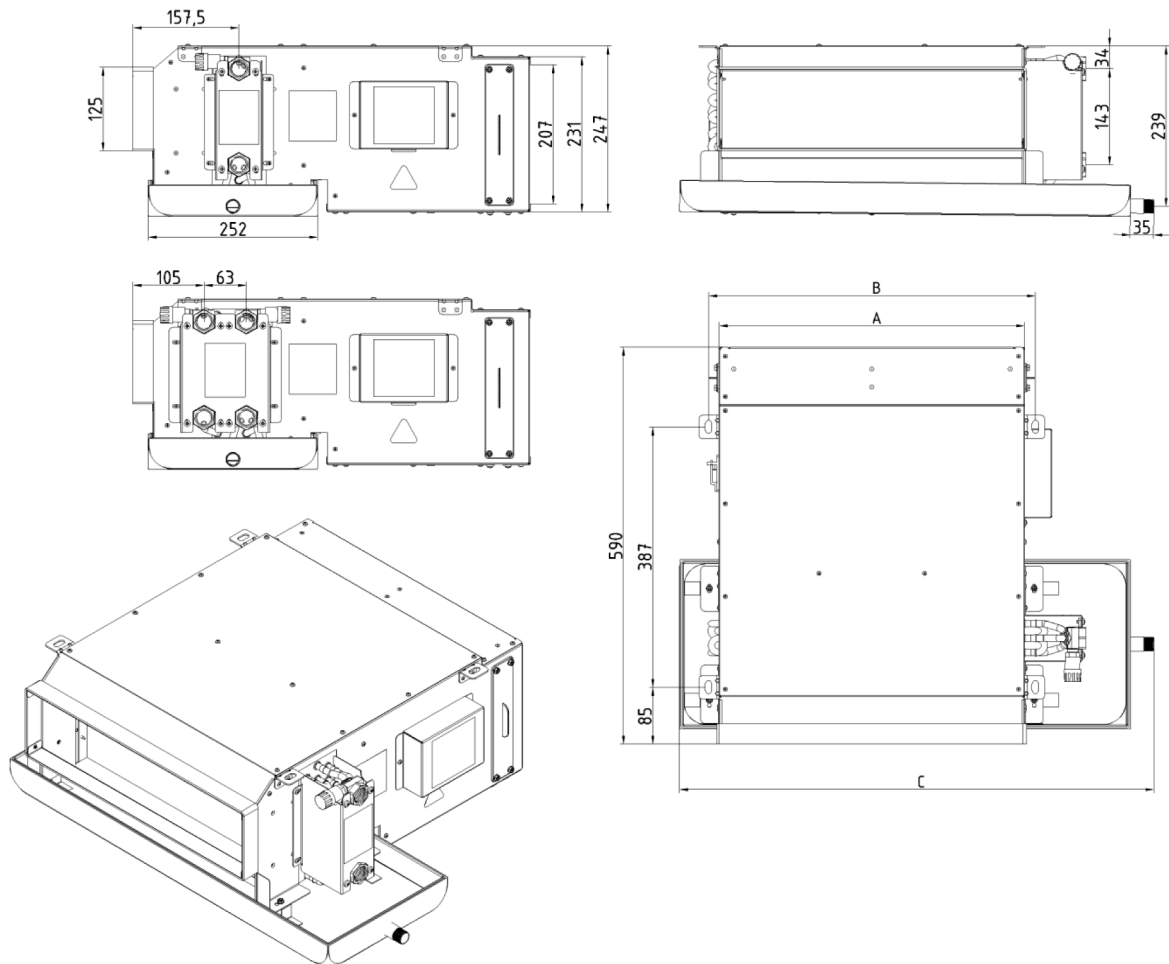

Figura 1
- Disponga de un espacio adecuado para la instalación y el mantenimiento. Consulte el tamaño de la unidad (figura 1) y el diagrama de corrección. (Figura 2: Los espacios alrededor de la unidad muestran el espacio mínimo necesario).